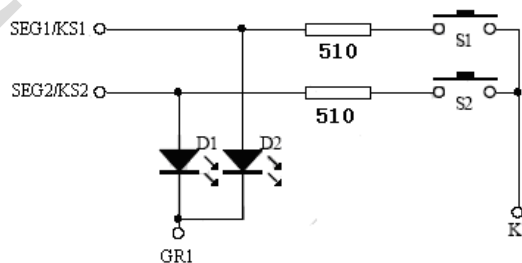

图15、
2、在SEG1-SEG N上面串联电阻如图15所示，电阻的阻值应选在510欧姆，太大会造成按键的失效，太小可能不能解决显示干扰的问题。